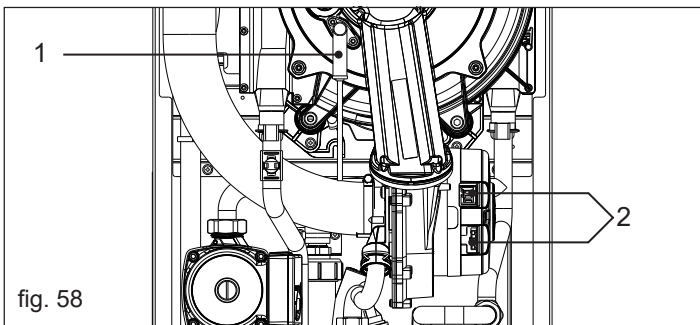

fig. 58
- Déconnectez l'électrode d'allumage et le fil de mise à la terre de l'allumeur (1-fig. 58)